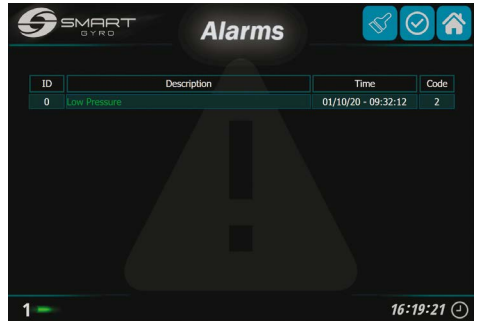

Figura 32
Gli allarmi non più presenti nel sistema possono essere rimossi dall'elenco (Figura 32), premendo l'icona del pennello (Figura 29, (3)).